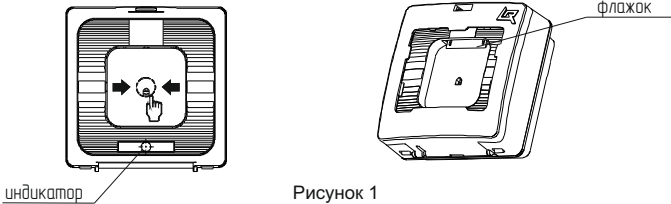

Рисунок 1
б) нажатие на приводной элемент (кнопку) (рисунок 1, раздел 6).
- 5.1 УДП представляет собой адресное устройство, формирующее сообщение о событии при нажатии на кнопку. Выпадающий цветной флажок является визуальным подтверждением нажатого состояния кнопки УДП (рисунок 1).